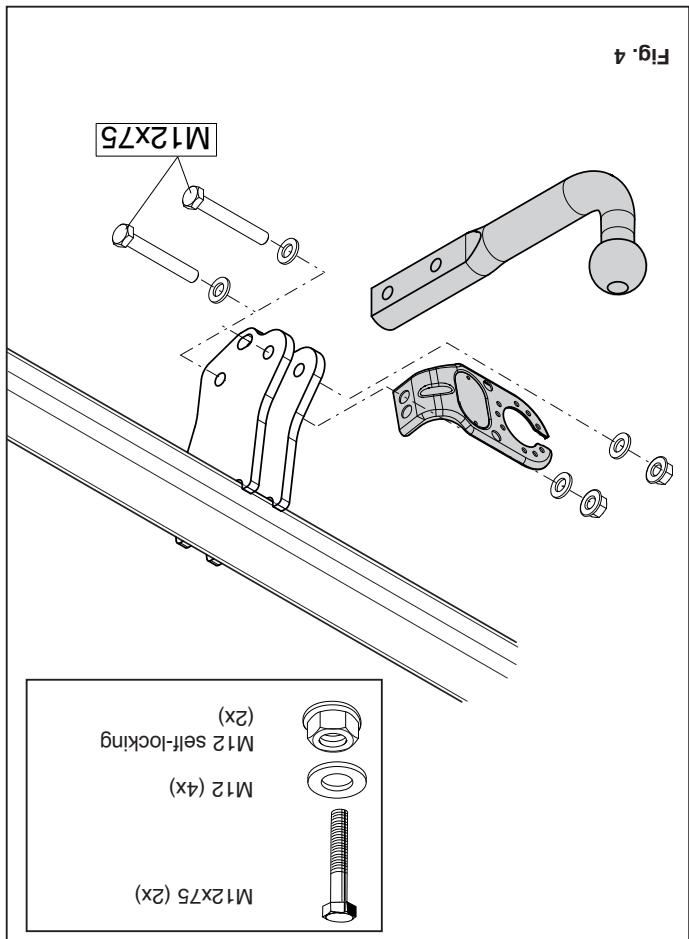

Fig. 4
6. Fit the ball hitch, including socket plate. See figure 4.
6. Monter la barre de la rouille Y compris la prise électrique. Voir la figure 4.
6. Monter kuglestangen, inklusive kontaktplade. Se fig. 4.
- Zamontować drążek kuli wraz z płytą z gniazdem wtykowym. Patrz rysunek 4.